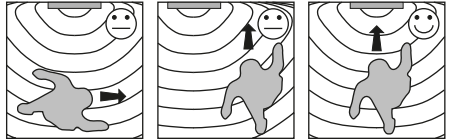

Fig. 3: Bevegelsesretning
- Ta hensyn til bevegelsesretningen (se fig. 3).